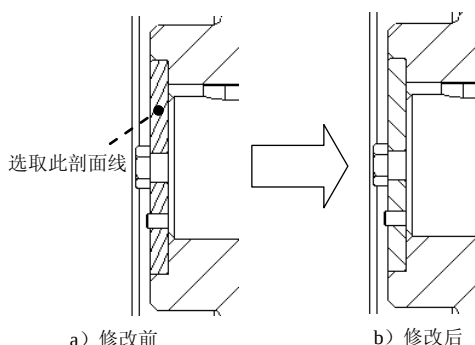

图 3.9.9 修改左侧挡板的剖面线
(7) 修改左侧挡板的剖面线。在菜单中选择 Pick (拾取) 命令, 在图形区选取图 3.9.9 所示左侧挡板的剖面线区域, 设置剖面线的角度值为 135, 剖面线间距值为 2.0, 结果如图 3.9.9b 所示。